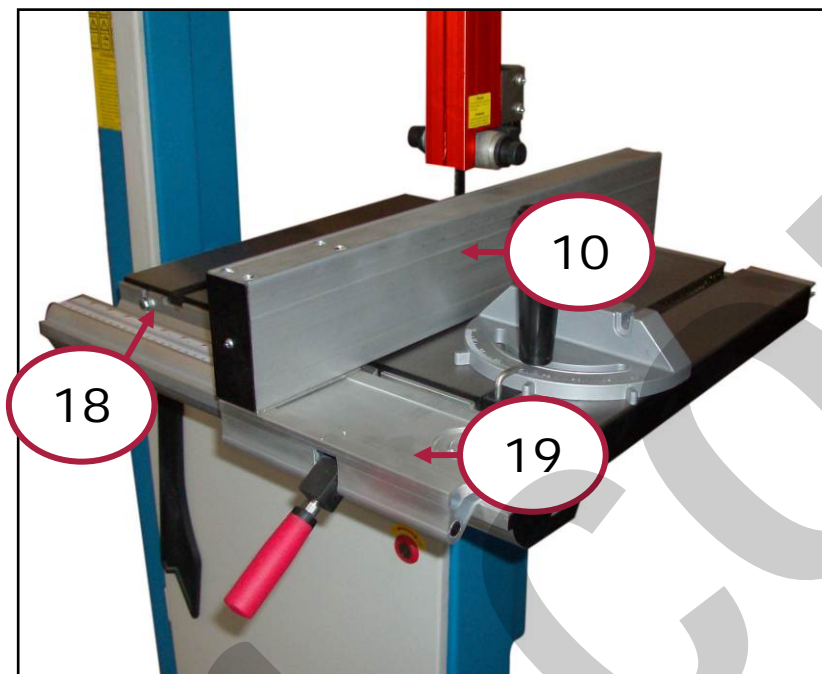

Figura 21 - Montaggio della squadra guida-pezzo.
- Montate la guida di scorrimento della squadra guida-pezzo sul lato della tavola di lavoro, fissandola con gli appositi bulloni (rif. 18 Figura 21). Avvitare tutti i bulloni per rendere stabile e sicura la guida ed evitare spostamenti accidentali durante le operazioni di taglio.
- Il gruppo squadra guida-pezzo (10) e piastra scorrevole (19), devono essere montati sulla guida di scorrimento della squadra guida-pezzo come mostrato in Figura 21.